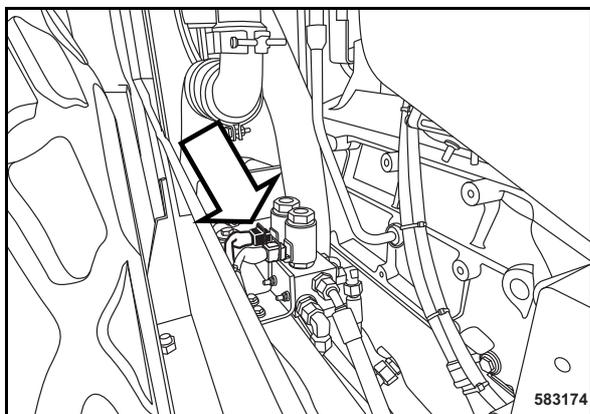

Рис. 135
- Вынуть штекер электромагнитного клапана стояночного тормоза (Рис. 135).
- Обрато вставить штекер электромагнитного клапана стояночного тормоза (Рис. 135).